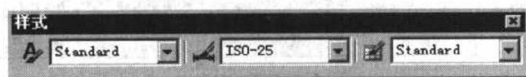

图 1-17 【样式】工具栏
- ❖ **【样式】工具栏**：该工具栏是为用户更方便地对文字样式、标注样式等进行管理而新增设的，如图 1-17 所示。